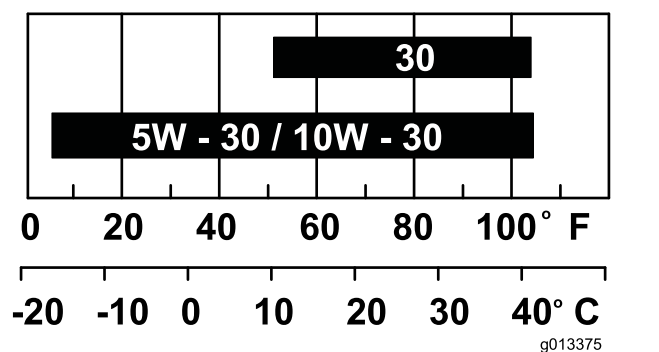

Figure 38
**Remarque:** Utilisez de l'huile SAE 10W-30 pour usage général. Vous pouvez utiliser les autres viscosités d'huile indiquées dans le tableau lorsque la température moyenne dans votre région correspond à la plage indiquée (Figure 38).